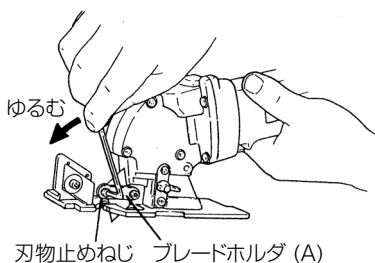

図 10
- (1) 付属の六角棒スパナで、刃物とブレードホルダ (A) を固定している刃物止めねじ 2 本を、反時計方向に回してゆるめます。(図 10)